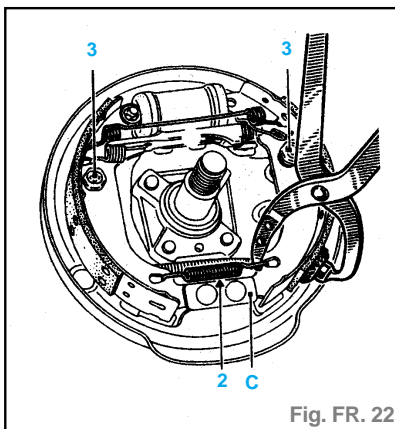

Fig. FR. 22
- Positionner les segments sur le point fixe (C) (fig. FR. 22).